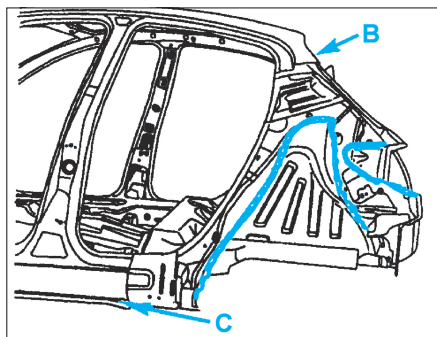

FIG. 120
• Appliquer une colle de calage structurale (Fig.120).